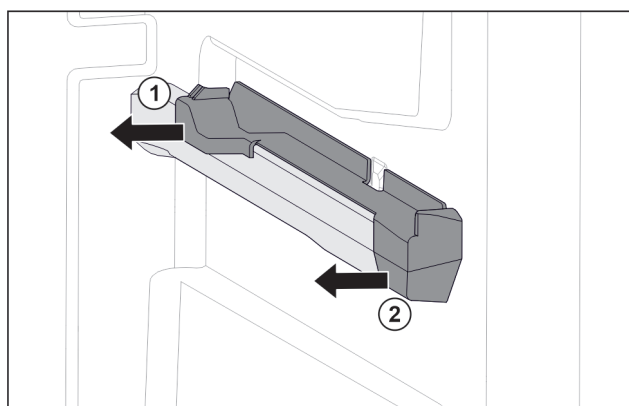

Fig. 118 Pealepisteosa paremal anumaribil
- ▶ Tõmmake pealepisteosa taga küljele maha. Fig. 118 (1)
- ▶ Tõmmake pealepisteosa ees küljele maha. Fig. 118 (2)